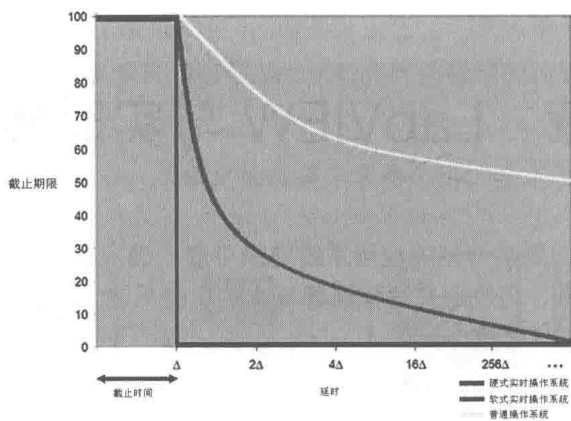

图 15-1 软实时与硬实时以及普通操作系统之间的差异
- ◆ **软式实时操作系统 (Soft Real-Time)**：它对时间限制稍微弱一些。在这种系统中，关键的实时任务比其他任务具有更高的优先权，且在相应任务完成之前，它们一直保留着给定的优先权。像硬式实时操作系统一样，操作系统内核的延时要规定好，防止实时任务无限期地等待内核运行它。软实时与硬实时以及普通操作系统之间的差异如图 15-1 所示。